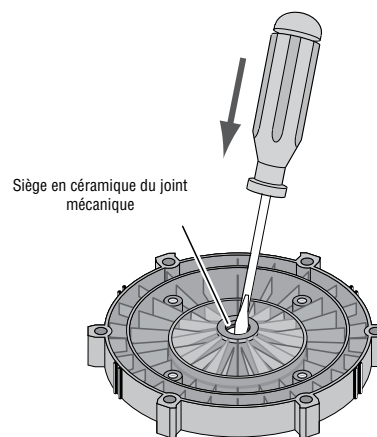

Figure 5
9. Mettre la plaque d'étanchéité sur une surface plane en orientant sa face le bas, puis chasser le siège en céramique (se reporter à la Figure 5).